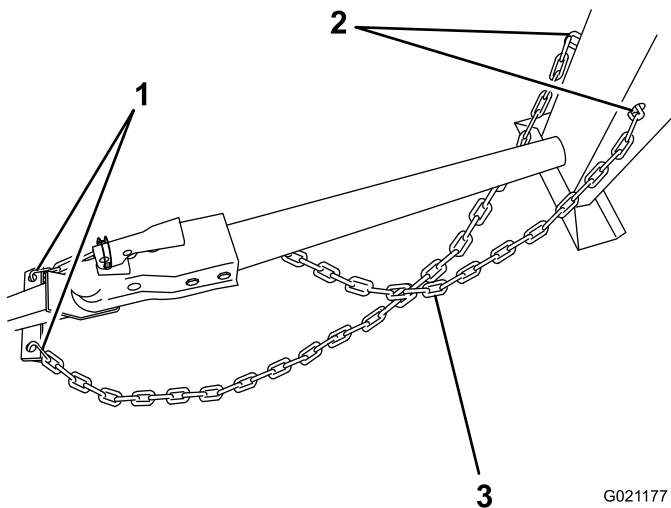

Figura 18
1. Tire de la cadena de seguridad a través de las ranuras de los orificios en forma de bocallave situados en la pata delantera de la máquina, de modo que quede suficiente holgura en cada lado para que la máquina pueda efectuar giros (Figura 18).